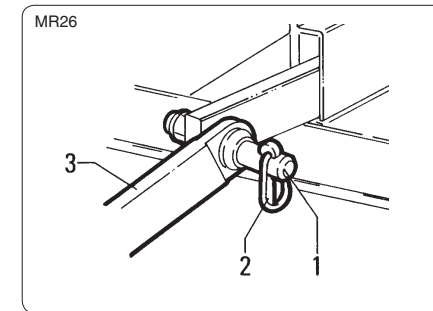

fig. 4.2.1
- Les fixer avec les goupilles de sécurité "2" fig. 4.2.1.